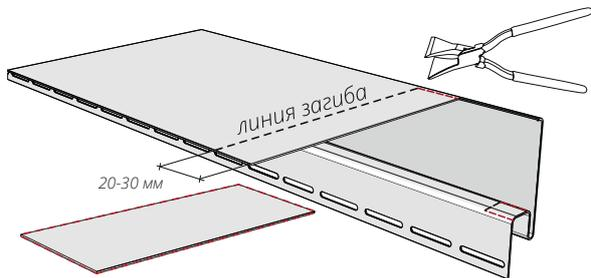

Рисунок 53
15.8 Подогните лепестки (рис. 53, 54) используя клещи под угол 90° .